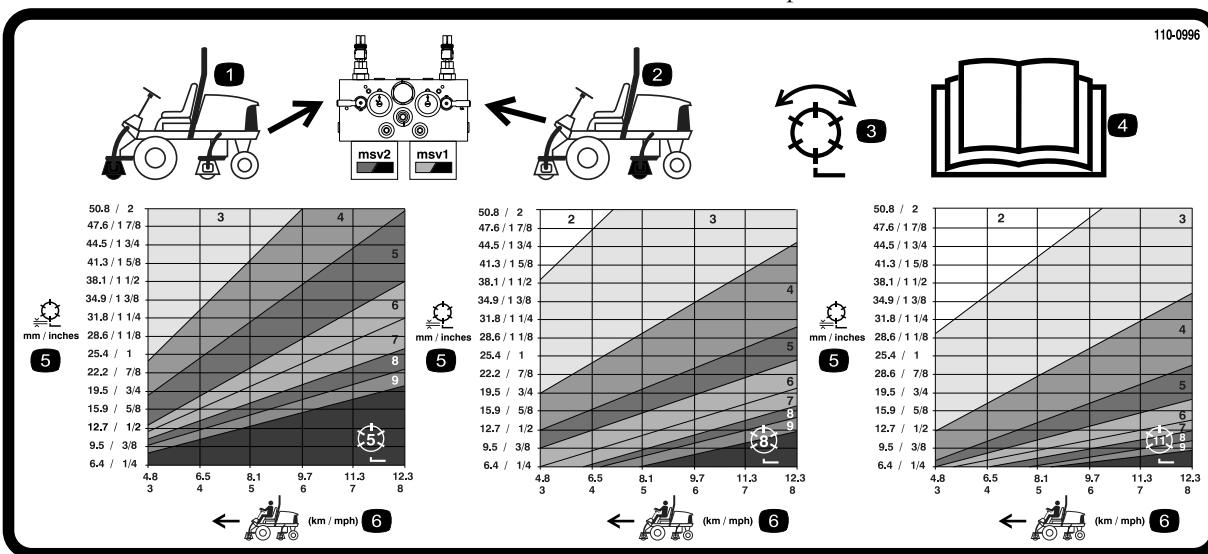
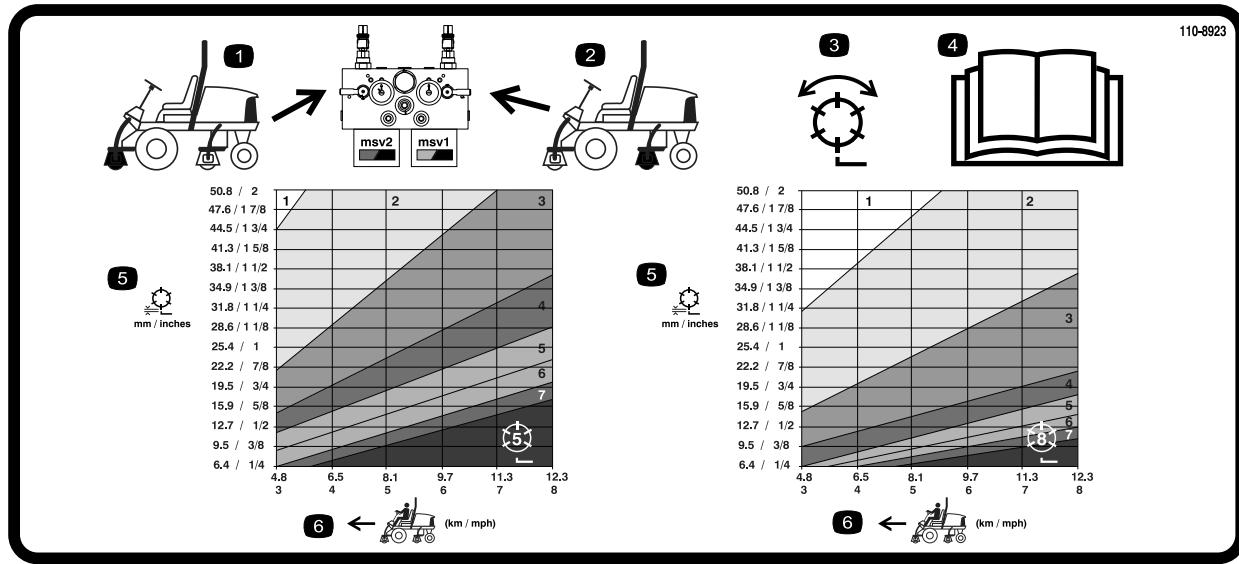

Figura 38
Figura 39
3. Usando el gráfico apropiado de la pegatina 110-0996 (Figura 38) para el Reelmaster 5510 y 5610 con molinete de 17,8 cm [7"], o la pegatina 110-8923 (Figura 39) para el Reelmaster 5210 y 5410, molinete de 12,7 cm [5"], determine el ajuste correcto para la velocidad de los molinetes.